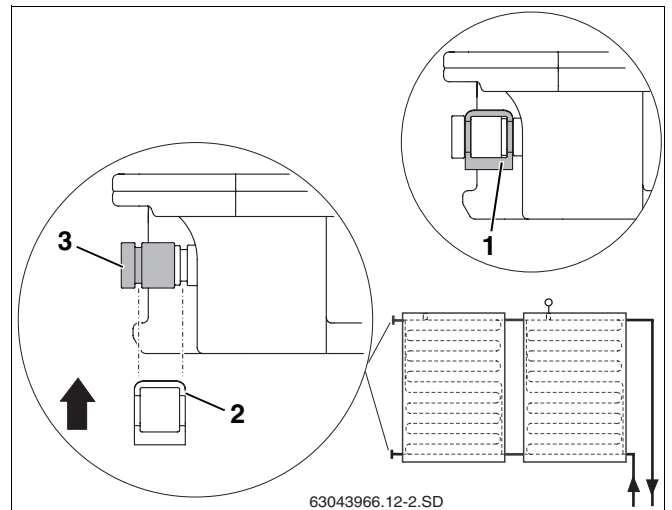

Fig. 20 Fixer le capuchon avec une bride de fixation
- Glissez le capuchon avec les joints toriques (fig. 20, **pos. 3**) sur le raccordement du capteur.
- Pour sécuriser le raccord, glissez la bride de fixation (fig. 20, **pos. 2**) sur le capuchon et le raccordement du capteur.
- Fixez chaque capuchon à l'aide d'une agrafe (fig. 20, **pos. 1**).